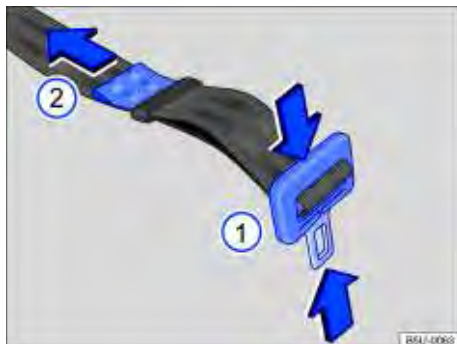

Fig. 57 Ajustar o cadarço do cinto de segurança subabdominal.
- Pressionar a lingueta na direção das setas ⇒ Fig. 57 ① e alongar totalmente o cinto de segurança.
- Apertar a lingueta contra o fecho do cinto de segurança e puxar a extremidade ⇒ Fig. 57 ② no sentido da seta, até atingir uma folga máxima de 5 cm (3 dedos) na região pélvica.